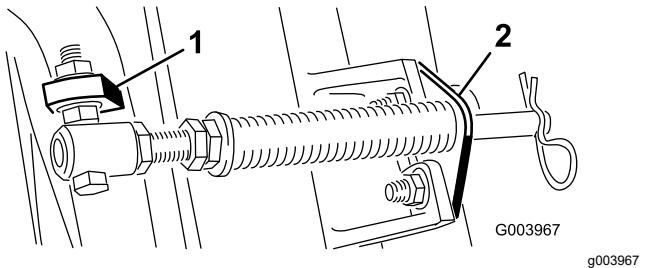
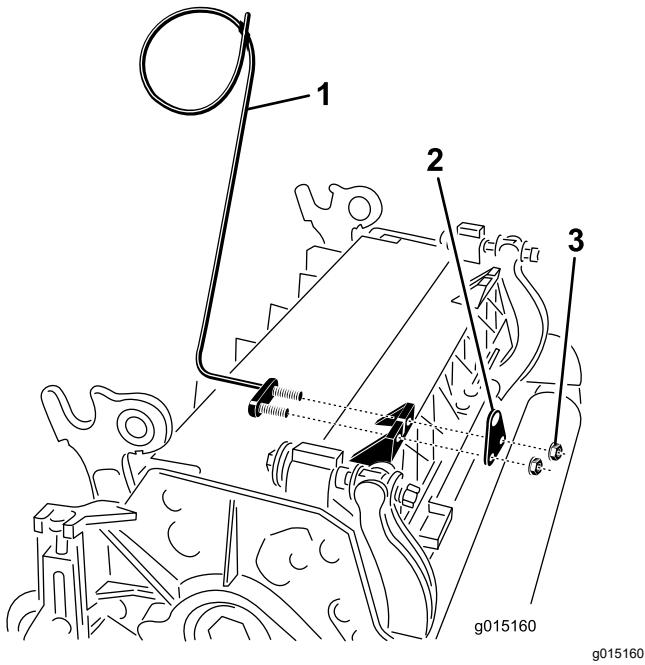

图 11
图 13
注意 螺栓头朝向凸耳外侧如 图 11 所示。
- E. 使用车身螺栓和螺母将杆支架固定到滚刀组凸耳上 图 11。在滚刀组上当重新安装杆支架时将左侧软管导管安装到滚刀组凸耳的前面 (图 13)。